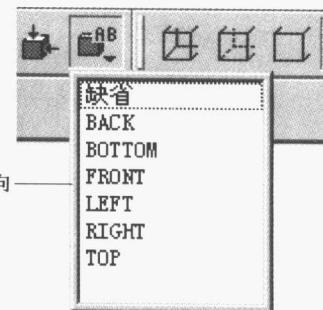

图 1-6 视图方向列表示意图
- ：保存的视图列表。单击该按钮，可以看到当前模型的视图方向列表，如“缺省”、“BACK”、“BOTTOM”等，如图 1-6 所示。所谓视图方向，是指模型的观察方位，其中最常用的是“缺省”视图方向。当然，读者可以保存自己的视图方向，执行“视图”→“保存视图”命令，然后给该视图方向取一个名字即可。以后只要单击该按钮，再选取某个视图方向的名字，系统就可以直接转到先前定义的方向。